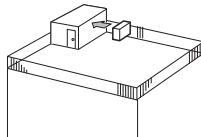

Fig. 2-3
- ① Direccione a saída de ar para a parede mais próxima a uma distância de cerca de 35 cm. (Fig. 2-3)